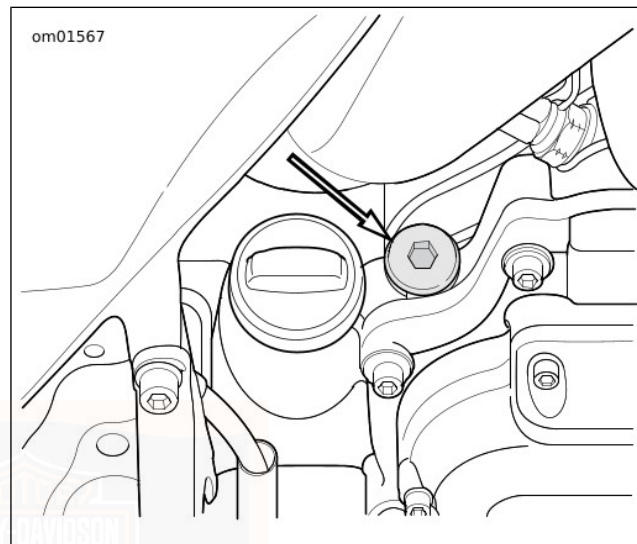

Figure 52. Emplacement du bouchon de remplissage/jauge de la transmission
1. Voir Figure 52. Retirer le bouchon de remplissage/jauge de lubrifiant de transmission. Essuyer la jauge.
1. Voir Figure 52. Retirer le bouchon de remplissage/jauge de la transmission.